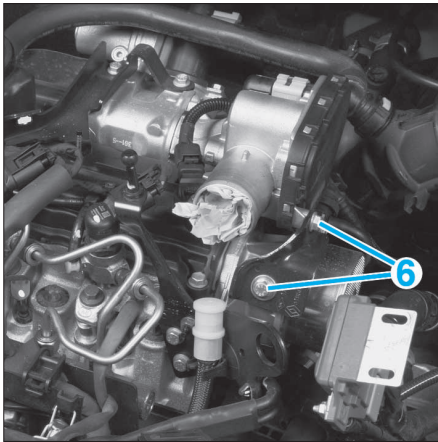

FIG. 72
- Débrancher le connecteur (5) de l'électrovanne de recirculation des gaz d'échappement.
- les vis (6) puis la patte de fixation (Fig.72),